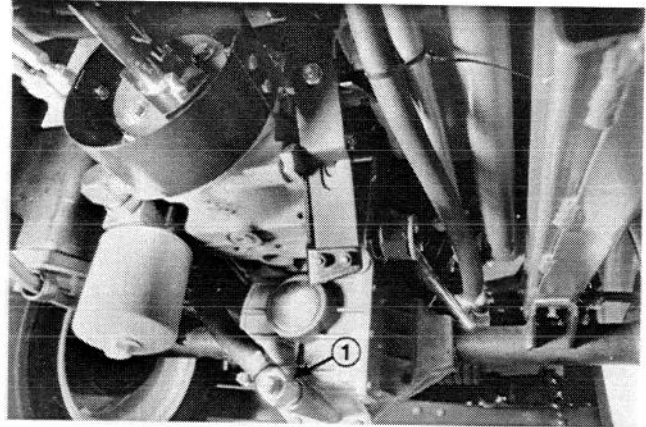
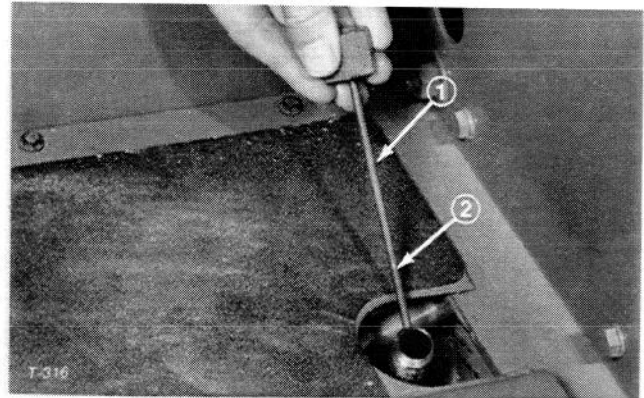

Bild 40
Bild 41
4. Die Ablassschrauben zwischen dem Achsgehäuse und dem Ölfiler abschrauben und das Öl in eine Auffangwanne ablaufen lassen (Bild 40).
6. Die Ablassschraube wieder zwischen Achsgehäuse und Ölfiler einschrauben (Bild 40).
7. Den Ölmeßstab aus dem Achsölfüllrohr entfernen (Bild 41) und die Achse bis zum korrekten Ölstand mit dem Öl des für die Umgebungsbedingungen zutreffenden Typs und der korrekten Viskosität befüllen; siehe Tabelle oben.
9. Die Maschine für ca. 2 weitere Minuten stehen lassen, dann den Ölmeßstab entfernen und den Ölstand in der Achse messen (Bild 41). Bei niedrigerem Ölstand, bis zur Auskerbung am Meßstab auffüllen (Bild 41). Bei zu hohem Ölstand, die Ablassschraube (Bild 40) entfernen und Öl ablassen, bis der Ölstand die Auskerbung am Ölmeßstab erreicht hat.